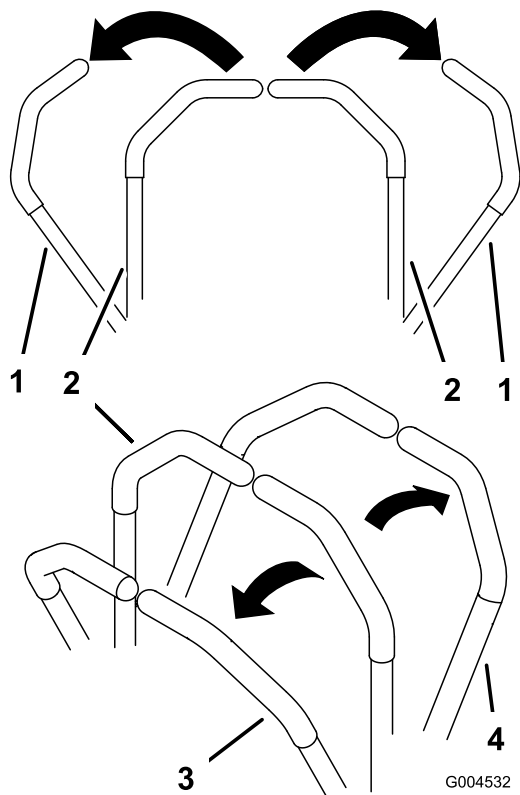

Figure 19
3. Pour vous déplacer en marche avant, poussez doucement les leviers de commande de déplacement vers l'avant (Figure 19).
Pour vous déplacer en ligne droite, appliquez une pression égale sur les deux leviers de déplacement (Figure 19).
Pour tourner, rapprochez du point mort le levier de commande correspondant à la direction que vous voulez prendre (Figure 19).
- Pour vous déplacer en marche arrière, tirez doucement les leviers en arrière (Figure 19).
Pour tourner, relâchez le levier de commande correspondant à la direction que vous voulez prendre (Figure 19).